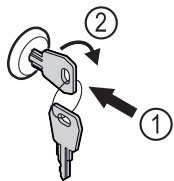

Fig. 114
- ▶ Introduceți cheia prin apăsare Fig. 114 (1).
- ▶ Rotiți cheia cu 90° în sensul acelor de ceasornic Fig. 114 (2).